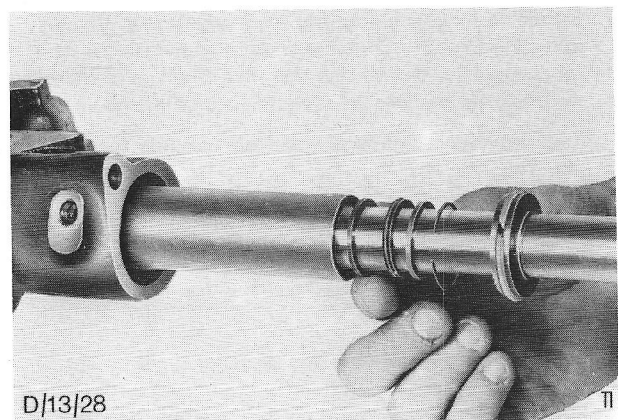

Fig. 24. Afdichtring en opsluitringen in binnenbuis monteren.
24. Schuif de nog op het gladde gedeelte van de tandheugel zittende afdicht- en opsluitringen in de binnenbuis, zie fig. 24 en monteer dan de borgveer.